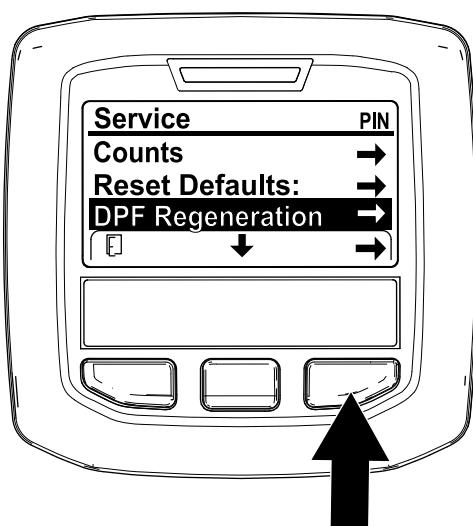

Figure 31
- Ouvrez le menu Entretien, puis appuyez sur le bouton central pour naviguer jusqu'à l'option RÉGÉNÉRATION DU FAP (Figure 31).
- Appuyez sur le bouton droit pour sélectionner l'option Régénération du FAP (Figure 31).